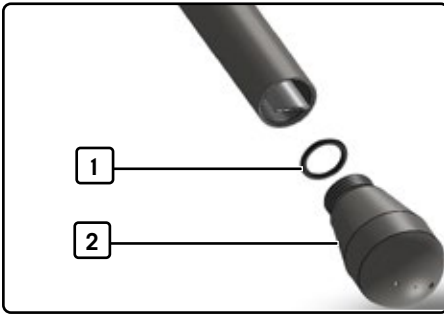

Fig. 10 Buse du tuyau de vapeur démontée
2. Dévissez manuellement la buse [2, Fig. 10] du tuyau de vapeur et placez-la sur le côté.
4. Revissez la buse avec le joint [1, Fig. 10].